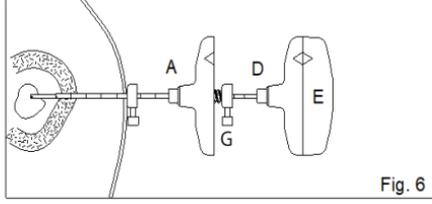

Fig. 6
FIG. 6 Insérer l'aiguille de biopsie et la poignée (D+E) assemblées à travers la canule (A). Faire tourner avec précaution l'aiguille de biopsie (D+E) dans le sens horaire jusqu'à ce que la profondeur de biopsie souhaitée soit atteinte ou jusqu'à ce que la jauge de profondeur (G) de l'aiguille de biopsie (D) atteigne l'extrémité à connecteur Luer de la canule (A). Ensuite, tourner l'aiguille de biopsie et la poignée (D+E) dans le sens antihoraire et retirer. Retirer la poignée (E) de l'aiguille de biopsie (D) ; insérer le piston éjecteur (F) à travers l'aiguille de biopsie (D) depuis l'extrémité à connecteur Luer et éjecter l'échantillon.